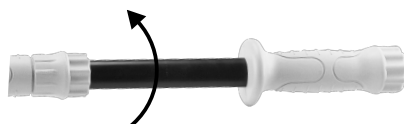

Fig. 8 – Instalação do tubo extensor
3. Gire a porca do adaptador do tubo extensor no sentido horário (Fig. 8).